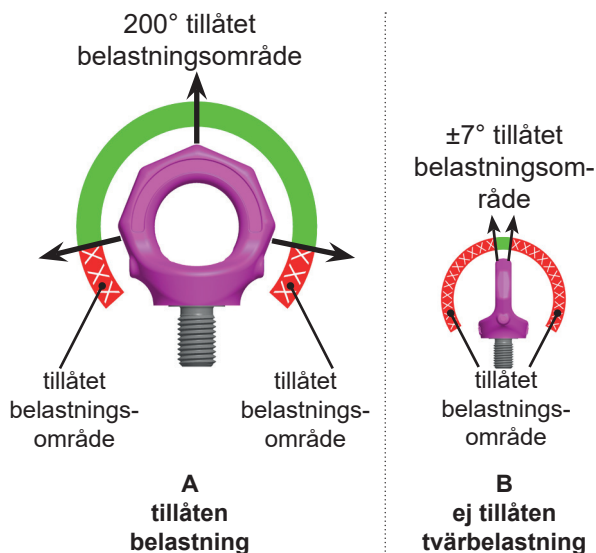

Bild 1:
- Innan fästdonet hängs ska fästpunkten VRS ställas in i i kraftriktningen (se Bild 1).